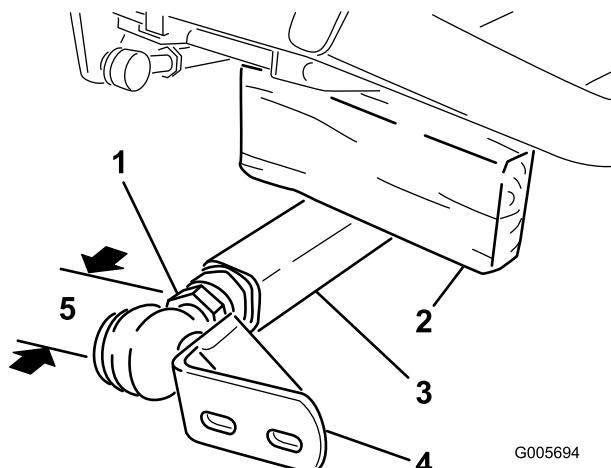

Figure 20
- Faites-vous aider par une autre personne pour appuyer sur le bras de poussée gauche. Insérez ensuite une cale en bois de 51 x 102 mm entre le cadre et le haut du bras de poussée (Figure 20). Vissez la rotule dans le bras de poussée gauche jusqu'à ce que le centre de la rotule se trouve à 60 mm de l'avant du bras de poussée (Figure 20). Ne serrez pas l'écrou de blocage.